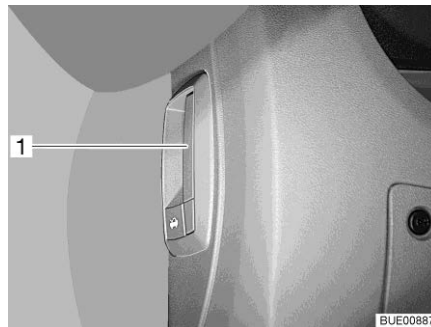

Fig. 48 Levier de déverrouillage capot moteur (dans le véhicule)
- Tirer sur le levier (Fig. 48,1) à gauche sous le tableau de bord ou sur le côté de ce dernier.